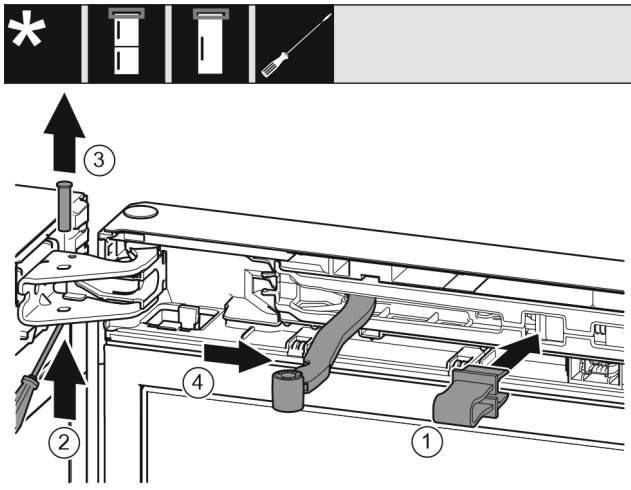

Fig. 6
- Poistku zaklapnite v otvore. Fig. 6 (1)
- Čap vysuňte skrutkovačom. Fig. 6 (2)
- Čap vyberte nahor. Fig. 6 (3)
- Kĺb otočte v smere dverí. Fig. 6 (4)